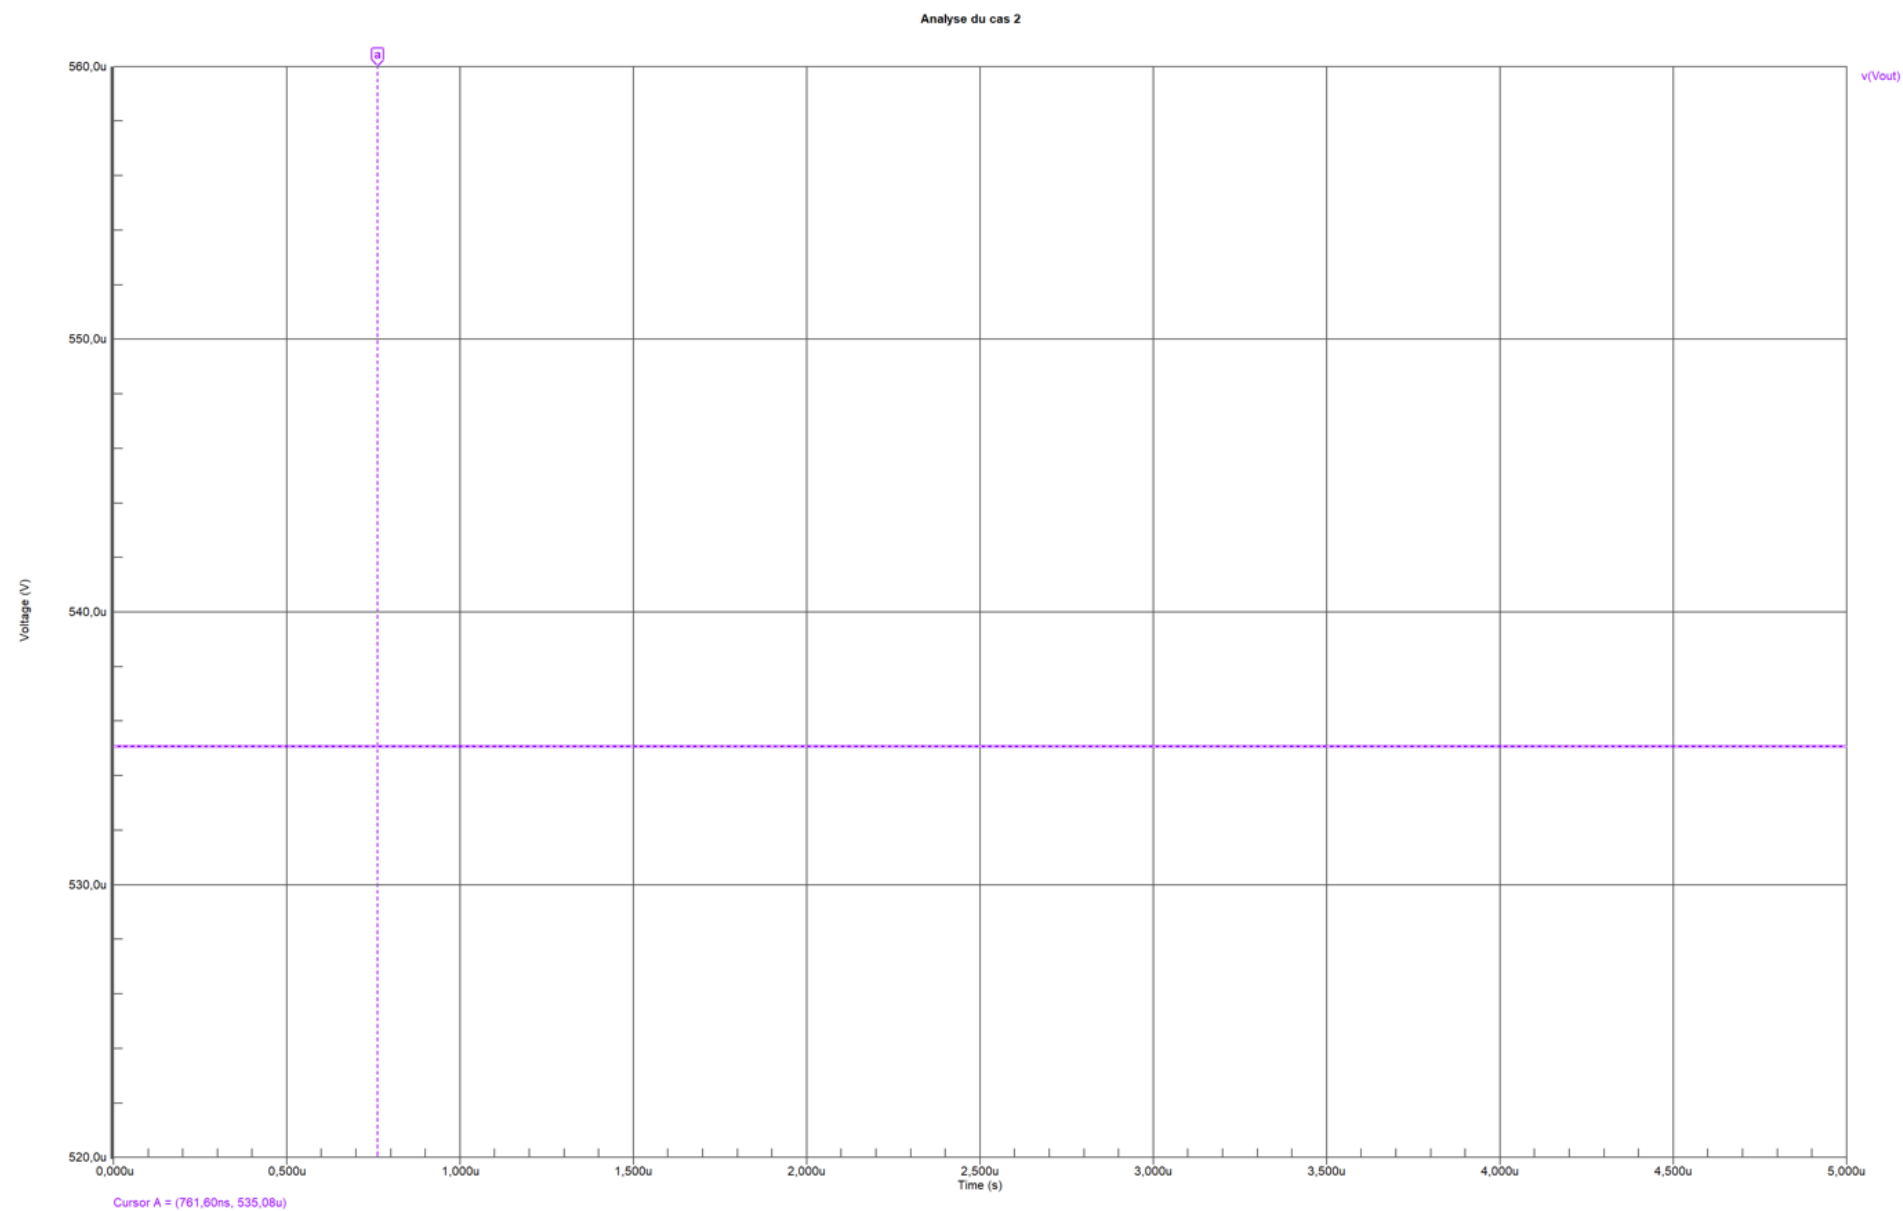

Figure 2 : Réponse temporel du niveau du signal DC du cas 2
Grâce à la Figure 2 et du curseur A sur cette figure, il est possible de voir que le niveau de sortie DC en simulation est de 535,08 μV . Idéalement cette valeur devrait être de 0 V.
Le fonctionnement d'un ampli-op est qu'il tente d'égaliser la tension à ses bornes, soit, entre la patte 2 (V-) à la patte 3 (V+). Il est mentionné dans le problème que la patte 3 est branchée à la masse. La résistance R_2 a donc la même tension de sortie que V_{out} comme l'indique le curseur A dans la Figure 2 et cette résistance est branchée à la patte 2, qui elle tente d'avoir la même tension que la patte 3 branché à la masse. La tension qui passe dans la résistance R_2 est donc, $V_{\text{out}} - 0$. Grâce à l'équation (1), il est possible de trouver le courant circulant dans la résistance R_2 .